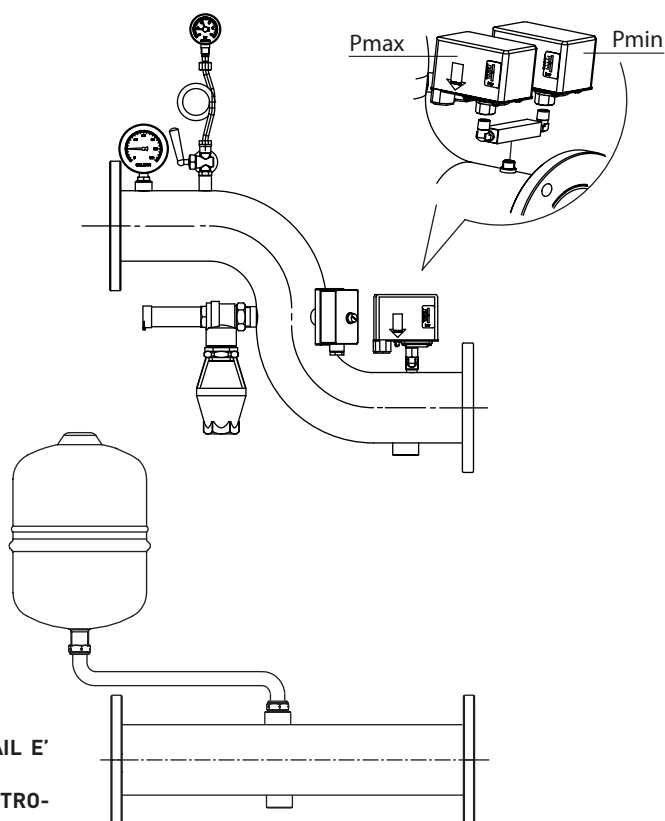

Fig. 7
1.11 DESCRIZIONE KIT SICUREZZE INAIL COD. 8101549 (da richiedere a parte) (fig. 7)